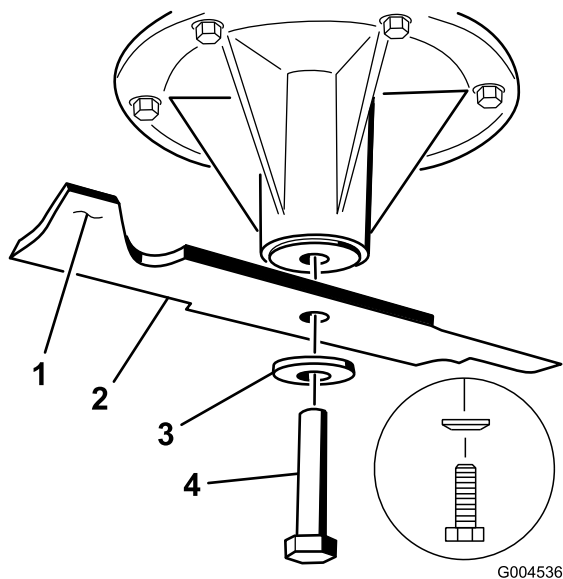

図 82
- スピンドルシャフトにブレードを取り付ける (図 82)。
- スプリングディスクとブレードボルトを取り付ける 図 82。
注 スプリングディスクは、円錐部をボルトの頭に向けて取り付ける 図 82。